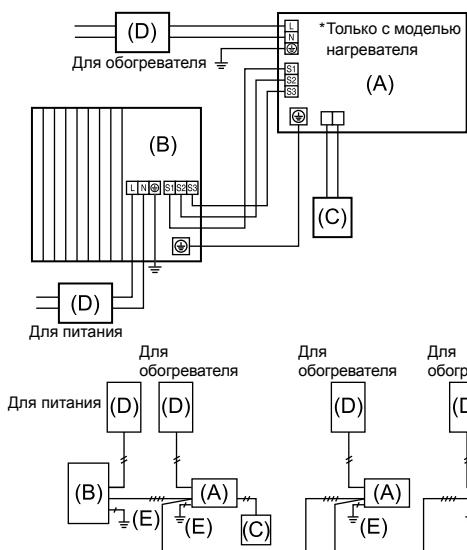

Fig. 6-1
### 6.1. Наружный прибор (Fig. 6-1, Fig. 6-2)
- (1) Снимите защитную панель.
- (2) Подсоедините кабели, как указано на Fig. 6-1 и Fig. 6-2.